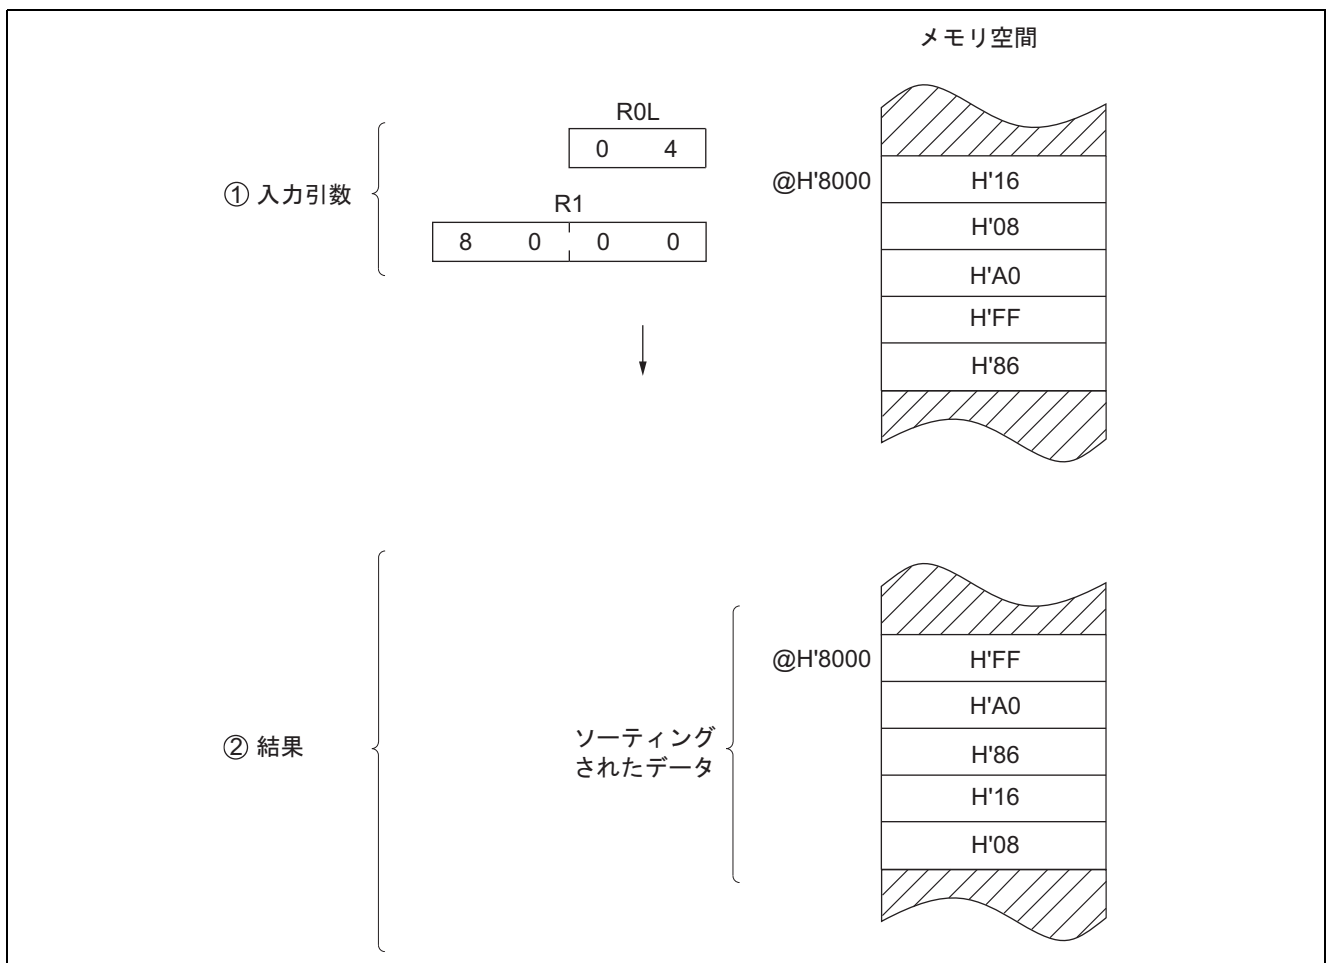

図 34-1 ソフトウェア SORT の実行例
(2) 図 34-1 にソフトウェア SORT の実行例を示します。